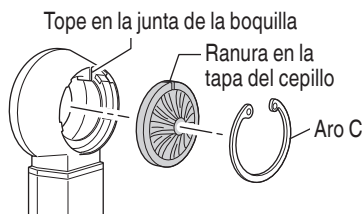

Fig. 27
- ① Retire la boquilla de la junta, tal y como se muestra en la figura.
- ② Coloque una nueva junta de la boquilla. Alinee la muesca de la boquilla de tal modo que la junta encaje en la forma exterior de la boquilla.
- (b) Sustitución de la tapa del cepillo (Fig. 27)